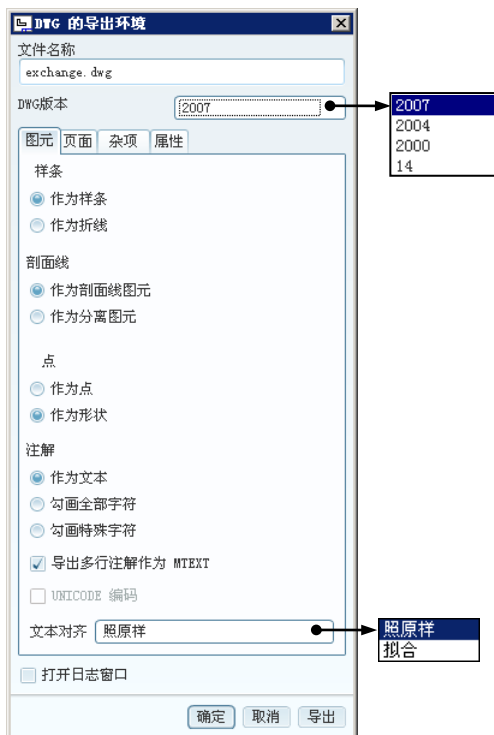

图 9.5.8 “图元”选项卡
(1) 在 **DWG版本** 后面的下拉列表中选取 **AutoCAD 版本** 为 **2007**。
(2) 在 **图元** 选项卡的相关设置如图 9.5.8 所示。